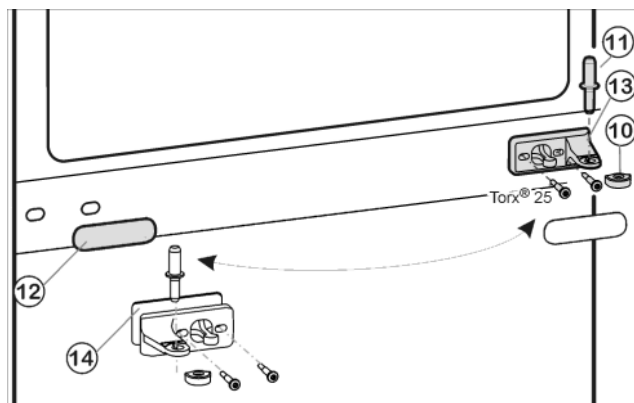
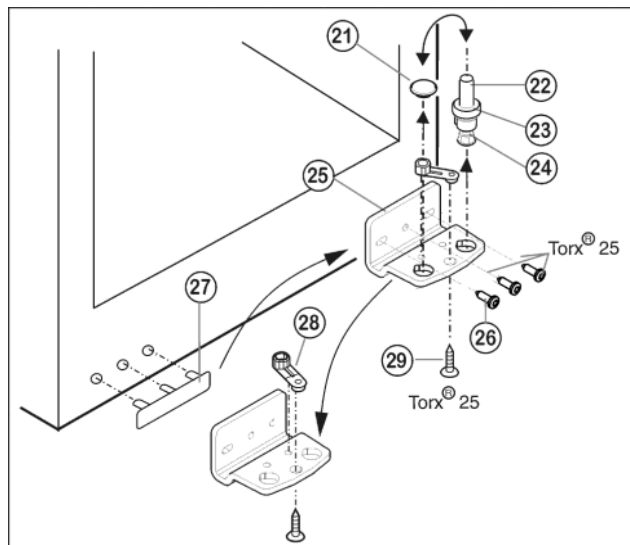

Fig. 7
Fig. 8
- ▶ Вытащите из опорного кронштейна и нижней дверцы средний опорный винт Fig. 7 (11).
- ▶ Снимите пластмассовый колпачок Fig. 7 (10).
- ▶ Открутите средний опорный кронштейн Fig. 7 (13) (2 шт. Torx® 25).
- ▶ Осторожно снимите накладку Fig. 7 (12).
- ▶ Прикрутите средний опорный кронштейн Fig. 7 (13) с подкладкой Fig. 7 (14) с поворотом на 180° на новую сторону шарнира (с моментом 4 Нм).
- ▶ Защелкните накладку Fig. 7 (12), повернув на 180°, на стороне, где теперь будет ручка.
- ▶ Извлеките опорный винт Fig. 8 (22) в комплекте с шайбой Fig. 8 (23) и регулируемой опорой Fig. 8 (24), вытягивая его вверх.
- ▶ Снимите пробку Fig. 8 (21).
- ▶ Открутите Fig. 8 (26) опорный кронштейн Fig. 8 (25).
- ▶ Открутите Fig. 8 (29) опорную деталь Fig. 8 (28) и, переставив в отверстие на противоположной стороне опорного кронштейна, снова прикрутите.
- ▶ Осторожно снимите и переставьте на противоположную сторону крышку со стороны ручки Fig. 8 (27).
- ▶ Снова прикрутите опорный кронштейн Fig. 8 (25) на новой стороне шарнира (с моментом 4 Нм). При необходимости используйте аккумуляторный шуруповерт.
- ▶ Переставьте пробку Fig. 8 (21) в свободное отверстие.
- ▶ Вновь установите опорный винт Fig. 8 (22) в комплекте с шайбой и регулируемой опорой. При этом фиксатор должен быть направлен назад.
- Установите нижнюю дверцу сверху на нижний опорный винт Fig. 8 (22).
- Снова наденьте пластмассовый колпачок Fig. 7 (10) на средний опорный кронштейн Fig. 7 (13).
- Вставьте средний опорный винт Fig. 7 (11) на новой стороне шарнира через средний опорный кронштейн Fig. 7 (13) в нижнюю дверцу.
- Установите верхнюю дверцу на средний опорный винт Fig. 7 (11).
- При необходимости выровняйте дверцы через два продольных паза в нижнем опорном кронштейне Fig. 8 (25) и среднем опорном кронштейне Fig. 7 (13) параллельно корпусу устройства. Для этого выкрутите средний винт на нижнем опорном кронштейне Fig. 8 (25).